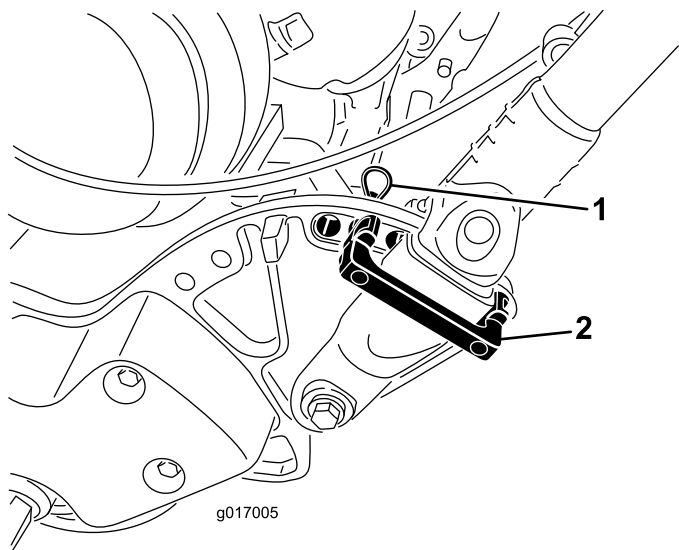

Figure 24
1. Retirez les goupilles fendues des retenues du guidon de chaque côté de la tondeuse (Figure 24).
2. Soutenez le guidon, retirez les goupilles fendues de chaque côté et faites pivoter le guidon à la position voulue (Figure 24).